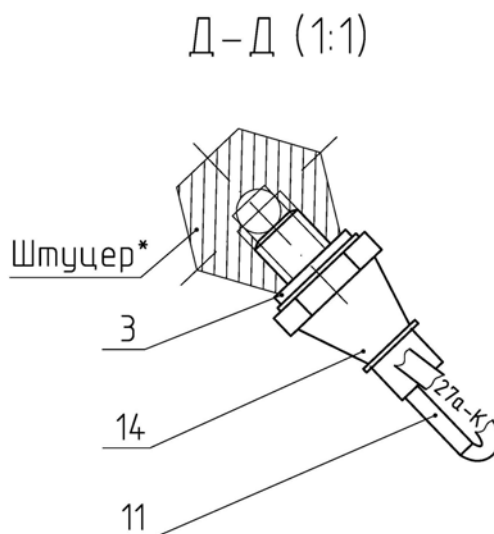

Рис.11.19 Замена датчика аварийного давления воздуха в пневмосистеме.
- 1) отсоедините соединительную колодку жгута (11), (рисунок 11.19), от датчика (13);
- 2) выверните датчик (13), (рисунок 11.19), из штуцера;
Для замены датчика (14), (рисунок 11.19), необходимо выполнить следующее:
- 1) отсоедините соединительную колодку жгута (11);
- 2) выверните датчик (14) из штуцера;
- 3) заверните новый датчик крутящим моментом 20...25 Н·м, установив для герметичности шайбу (3).